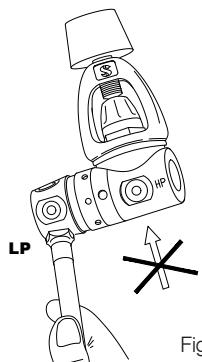

Fig. 1
Collegare il tubo di bassa pressione (LP) della valvola di gonfiaggio di potenza a una porta LP inutilizzata del primo stadio, che deve avere la stessa filettatura (fig. 1).